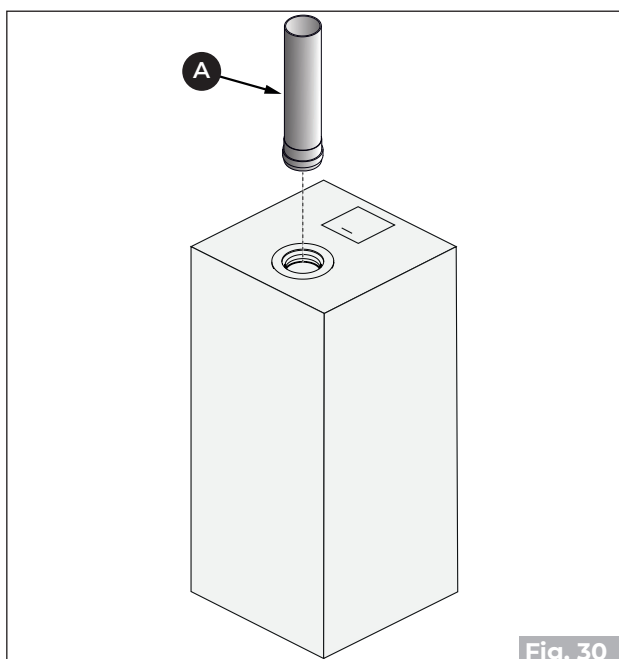

Fig. 30
- Schließen Sie das Rauchabzugsrohr (A) ("Abb. 30").